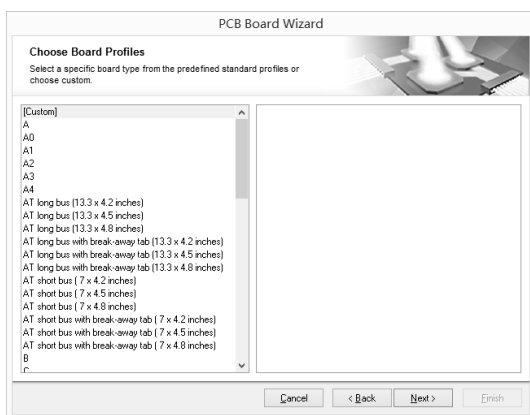

图 3.2.9 指定 PCB 板尺寸类型
(3) 单击“Next”按钮, 出现如图 3.2.9 所示的窗口, 要求对设计 PCB 板的尺寸类型进行指定。Altium Designer 提供了很多种工业制板的规格, 用户可以根据自己的需要, 选择 Custom(用户自定义模式), 进入自定义 PCB 板的尺寸类型模式。在这里选择 Custom 选项。